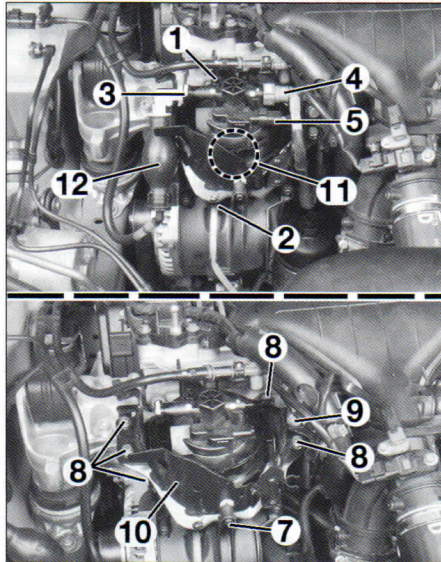
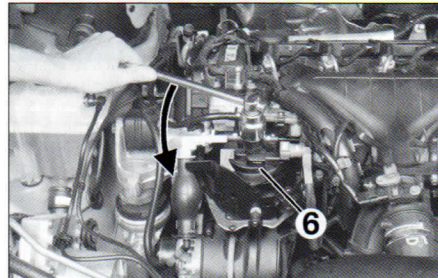

FIG.32
FIG.33
- Abrir los tornillos de purga (1) y de vaciado (2) (fig. 32).
- los racores de combustible (3) y (4).
- el conector del recalentador (5).
- el tornillo (7)
- la carcasa (6) (fig. 33).
- Desmontar los tornillos (8) (fig. 32).
- Aflojar el tornillo (9).
- el protector (10).
- Vaciar el resto de combustible con el tornillo de vaciado (2).
- Apretar el tornillo de vaciado (2).
- los racores de combustible (3) y (4) (**fig. 32**).
- el conector del calentador (5).
- Abrir el tornillo de purga (1).
- Accionar la pera (12) para purgar el sistema.
- Cerrar el tornillo de purga (1).